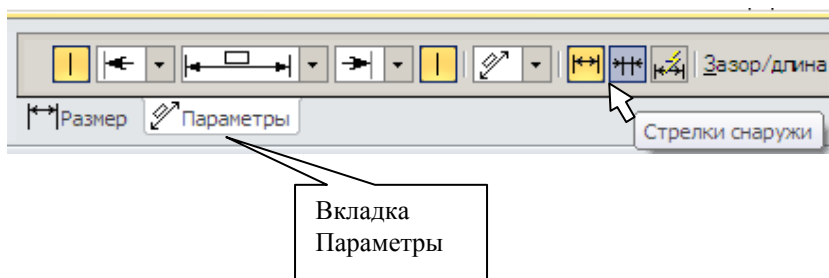

Рис. 4
38) Щелчком мыши задайте положение размерной линии по **Образцу**. Для этого нажмите кнопку «**Стрелки снаружи**» во вкладке «**Параметры**» на «**Панели свойств**» (рис. 4).